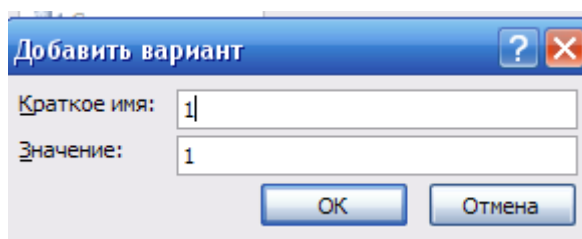

Рисунок 15. Окно ДОБАВИТЬ ВАРИАНТ
- с помощью кнопки ДОБАВИТЬ сформируйте список от 1 до 5, вводя *Краткое имя* каждого варианта (см. рис. 15);